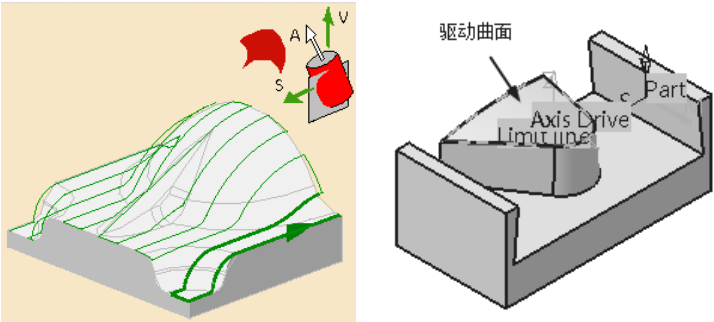

图 5-103 选择刀轴驱动曲面(2)
- 单击刀轴感应区，选择刀轴驱动曲面(2)如图 5-103 所示双击空白处返回。